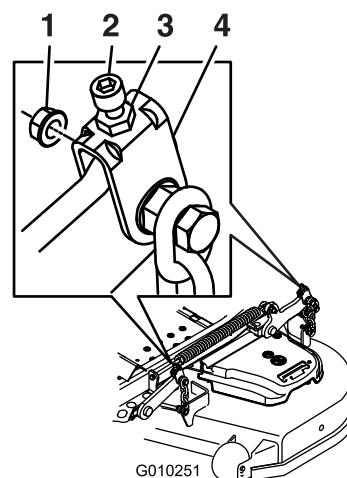

Figure 88
10. Le cas échéant, desserrez l'écrou Whizlock sur le côté de la chape et l'écrou de blocage sur le dessus. Ajustez précisément la vis de réglage en la tournant jusqu'à obtention d'une hauteur de 7,6 mm (3 po) (Figure 88).
16. Ajustez précisément la vis de réglage en la tournant jusqu'à obtention d'une hauteur de 8,3 mm (3-1/4 po) (**Figure 88**).